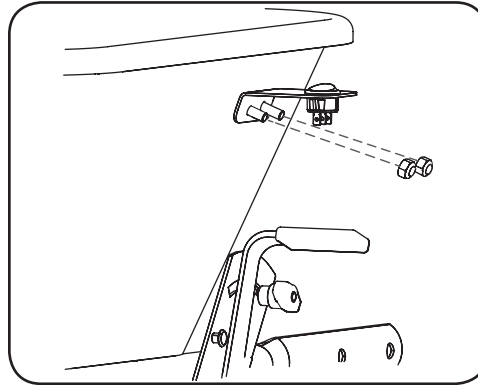

Figure 1-12
13. Installez l'interrupteur du moteur sur le côté droit de la trémie avec deux boulons hexagonaux, deux rondelles et deux écrous autobloquants. Insérez les boulons hexagonaux dans les rondelles, puis dans la trémie. Fixez l'interrupteur du moteur sur le côté extérieur de la trémie avec les écrous autobloquants. Voir Figure 1-12.